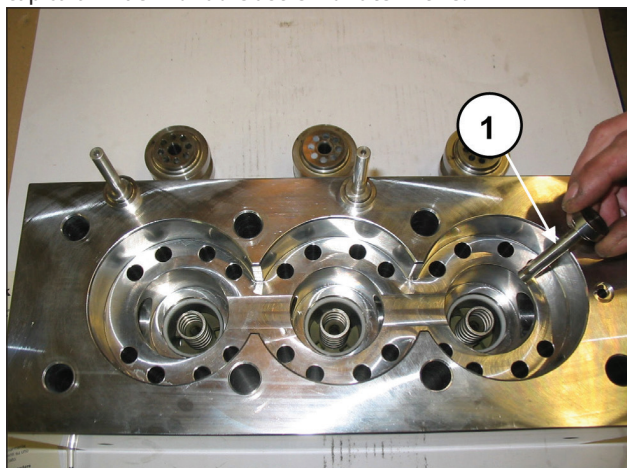
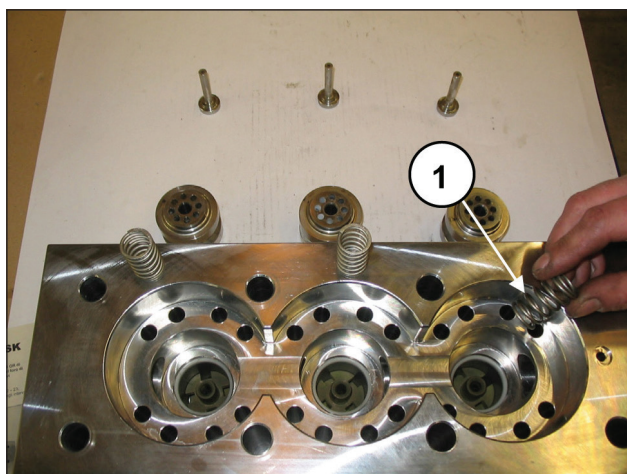
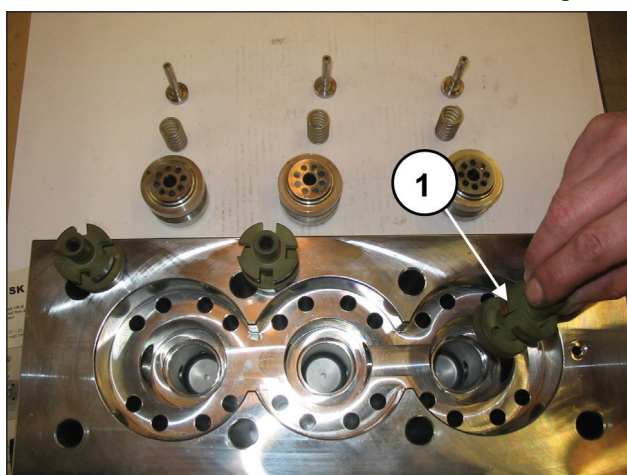

Fig. 106
Fig. 107
Fig. 108
Estrarre i piattelli di mandata (pos. ①, Fig. 106), e le rispettive guide (pos. ①, Fig. 108), con relative molle (pos. ①, Fig. 107), controllare il loro stato di usura ed eseguire, se necessario, eventuali sostituzioni, e comunque negli intervalli indicati nel capitolo 11 del **Manuale uso e manutenzione**.